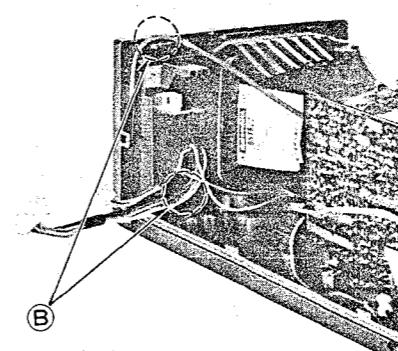

Fig. 4 Abb. 4
1. Pull the tuning block after unlocking the holder pawls **(B)** shown in Fig. 4.
1. Nach Lösen der in Abb. 4 gezeigten Sperrklappen **(B)**, den Tuner-Block herausziehen.